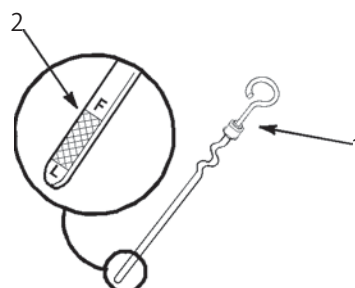

図12
3. ディップスティック（図12）を抜き、先端部をウェスで拭う。
4. もう一度ディップスティックを完全に差し込む。ディップスティックを抜き取り、オイルの量を見る（図12）。オイルの量が不足している場合は、Full マークまで、補給口から少量ずつゆっくりと補給する。